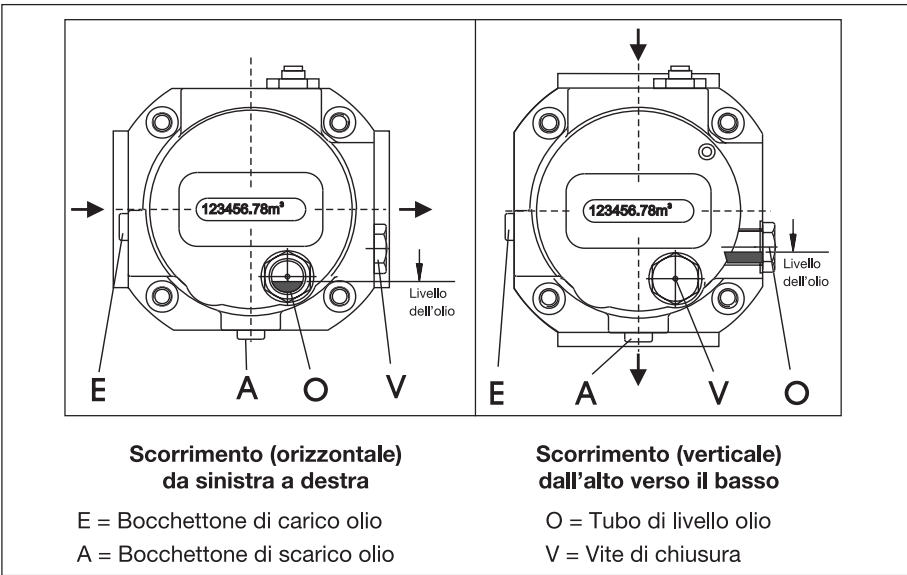

Figura 8: Posizione di montaggio orizzontale e verticale, riempimento olio e indicatore livello olio **tipo RGV-ST**
- In caso di **scorrimento orizzontale** sono disponibili due aperture di carico dell'olio E o V. L'apertura di scarico A si trova nel punto più basso. Il tubo di livello O si trova sulla parte anteriore del contatore sotto al totalizzatore (Figura 8 a sinistra).
- In caso di **scorrimento verticale** è disponibile soltanto l'apertura di carico dell'olio E. L'apertura di scarico A si trova nel punto più basso. Il tubo di livello è sistemato a destra sul coperchio anteriore del corpo contatore (Figura 8 a destra).